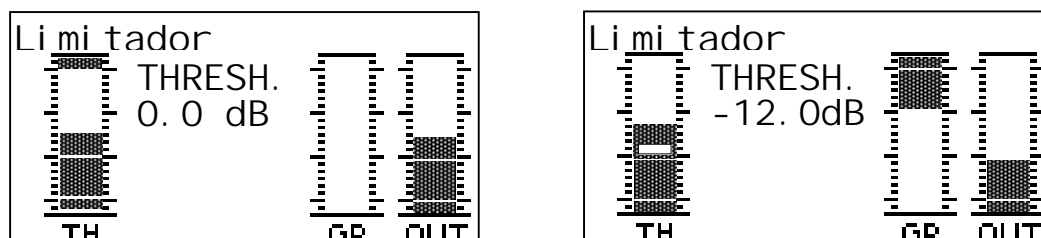

Fig. 11. Pantalla del Limitador (izq.) y edición del Threshold (der.)
- GR (Gain Reduction): Muestra cuando el limitador está actuando (el nivel de entrada supera el del umbral). La reducción de nivel se muestra como una barra invertida (ver Fig. 11, derecha).